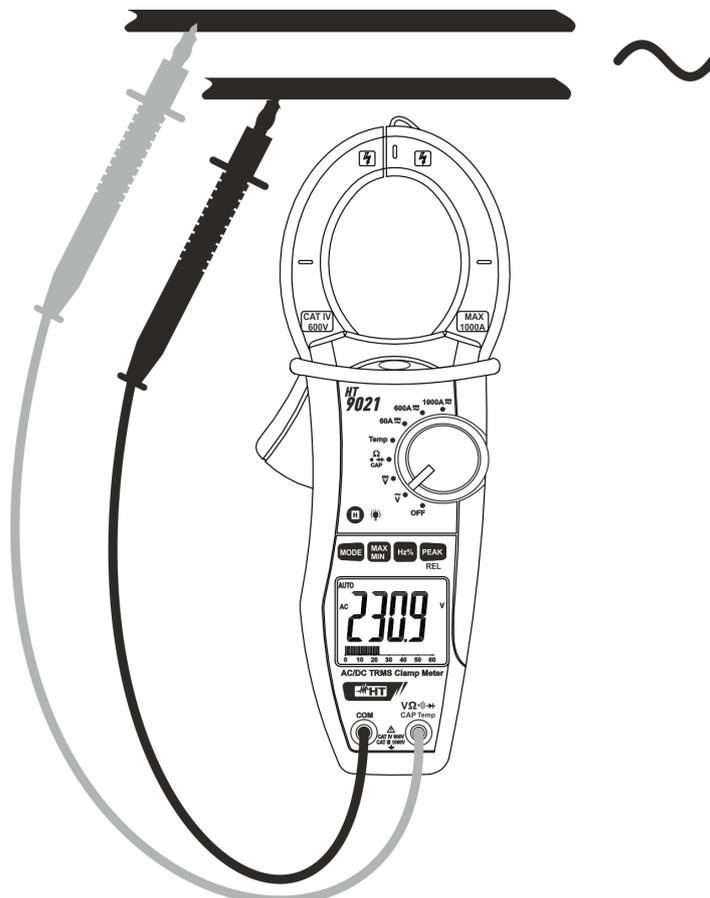

Fig. 3 : Utilisation de la pince pour mesure de tension AC
3. Insérer le câble rouge dans la borne d'entrée **VΩ \tilde{V}** et le câble noir dans la borne d'entrée **COM** (Fig. 3)